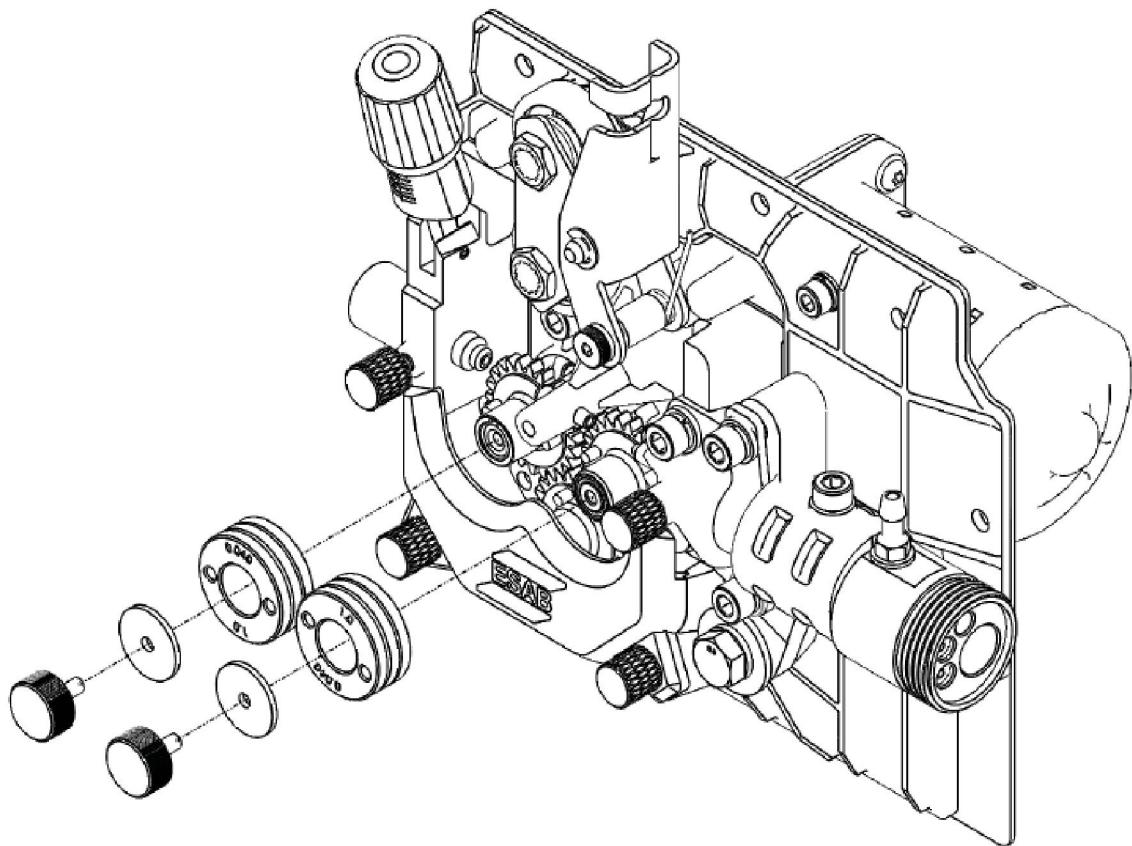

Рис. 6. Снятие и установка подающего ролика
Не снимайте ведущую шестерню (см. (1) на рис. 6). (Риск потери полуокруглой шпонки вала привода.)